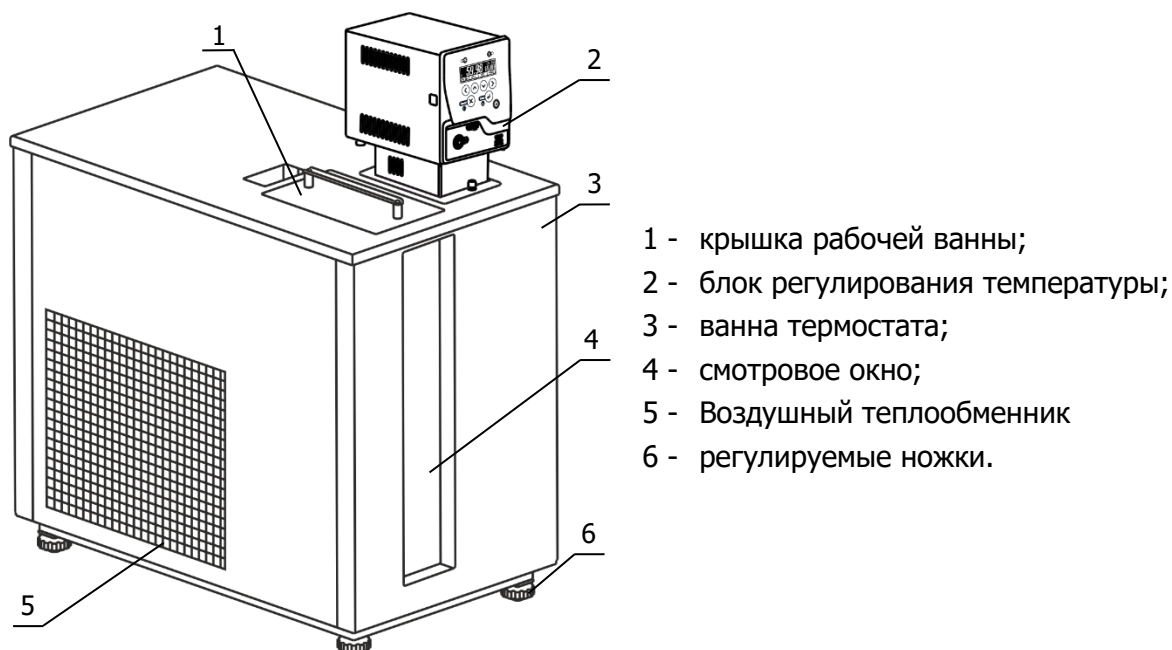

Рисунок 1 — Внешний вид термостата
1.4.5 Смотровое окно 4 (рисунок 1) термостата позволяет снимать значения плотности с ареометров, не вынимая цилиндров с пробой из термостата.
2.2.2 Установить ванну термостата на горизонтальную поверхность. Добиться горизонтального положения крышки термостата вращением ножек 5 (рисунок 1).
- при помощи пылесоса тщательно очистить от пыли черную оребренную поверхность теплообменника 5 (рисунок 1);
- контролировать отсутствие загрязнений смотрового окна 4 (рисунок 1) для обеспечения четкой видимости меток ареометров.